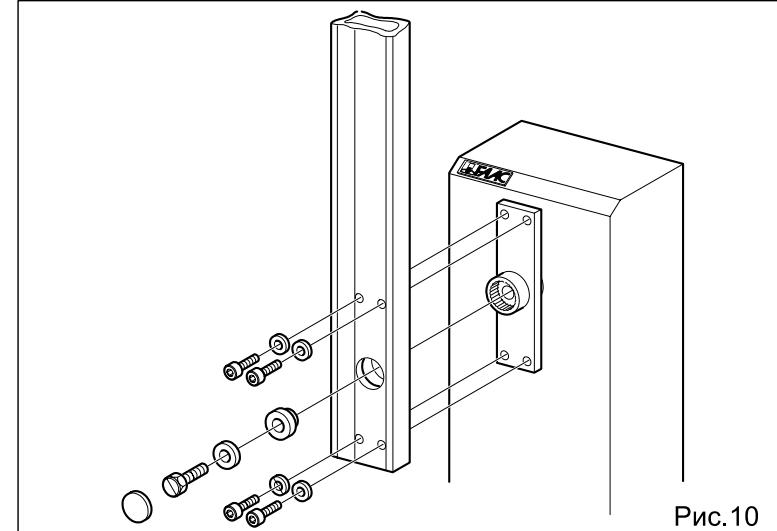

Рис.10
- Соберите стрелу, как показано на рис.10 и 10b.